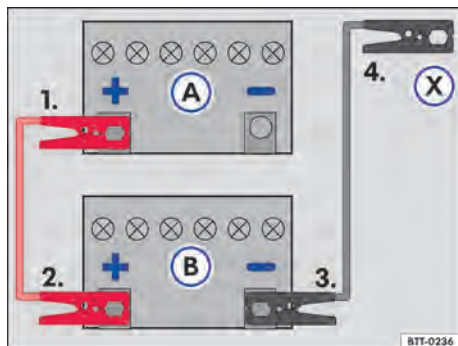

Fig. 159 Esquema para la conexión de los cables de arranque auxiliar: batería del vehículo descargada (A) batería del vehículo que provee la corriente (B).
Leyenda para → **fig. 159**:
Conectar el cable de arranque auxiliar solo en la secuencia 1 – 2 – 3 – 4 → **fig. 159**.
culo con la batería descargada → fig. 159 (A) →
- Conectar la otra extremidad del cable de arranque auxiliar *rojo* al polo positivo (+) del vehículo que suministra la corriente (B).
- Conectar una extremidad del cable de arranque auxiliar *negro* al polo negativo de la batería del vehículo que suministra la corriente (B).
- Conectar la otra extremidad del cable de arranque auxiliar *negro* (X) al vehículo con la batería descargada en el punto de ayuda de arranque (conexión a masa) o en una pieza de metal atornillada firmemente en el bloque motor – pero no cercana a la batería (A) → .